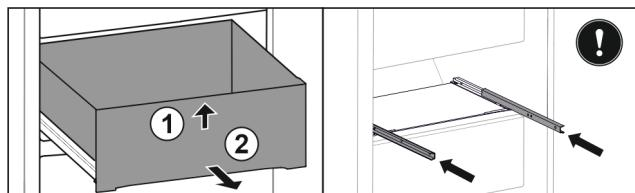

Fig. 158
- Повдигнете чекмеджето отпред. Fig. 158 (1)
- Извадете чекмеджето напред. Fig. 158 (2)